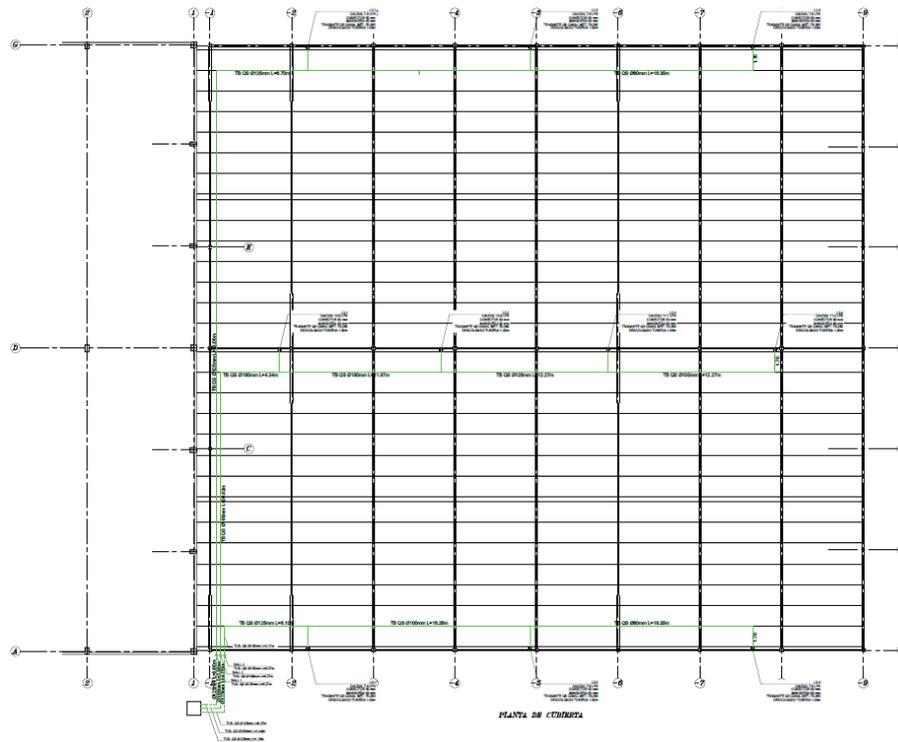

Figura 8. Localización de bajantes y tragantes.
3. Conociendo el número de tragantes y la separación entre estas, se procede a localizarlas. En la Figura 8 se puede observar la localización de bajantes y tragantes para la cubierta de nuestro ejemplo.